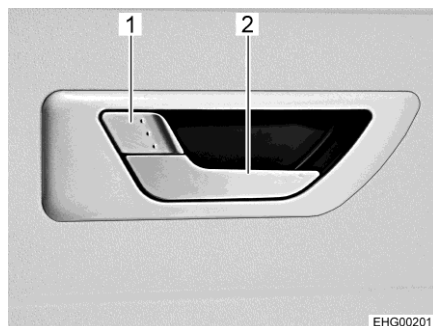

Fig. 52 Cerradura de la puerta (puerta del habitáculo en el interior)
- Cuando la cerradura de la puerta está bloqueada: Tirar del tirador de la puerta largo (Fig. 52,2). La puerta está desbloqueada y abierta.
- Estando cerrada la puerta, presionar el tirador de la puerta corto (Fig. 52,1).